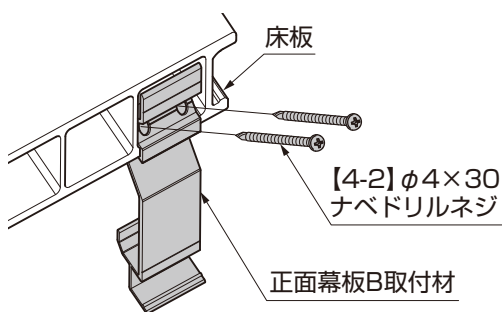

図11-7 樹ら楽の場合
- ③正面幕板B取付材を、床板のホーロー部に【4-2】で固定してください。(図11-7、図11-8参照)